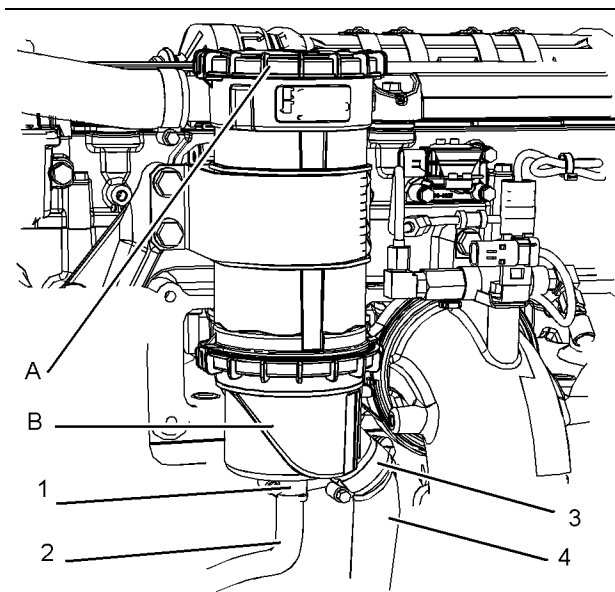

图 102
1. 松开夹子 (1)，然后拆下软管 (2)。松开夹子 (3)，然后拆下软管 (4)。参考图 102。
2. 将盖 (B) 从呼吸器体 (7) 上拆下。如有必要，拆下 O 形密封圈 (8) 并废弃。
3. 将滤清器滤芯 (6) 从呼吸器体上拆下，并废弃旧的滤清器滤芯。
4. 如有必要，安装新的 O 形密封圈 (8)。
5. 确保新滤清器滤芯 (6) 的朝向正确，并将滤清器滤芯安装到呼吸器体中。
6. 仅通过手的压力安装盖 (B)。
7. 安装软管 (4) 并拧紧夹子 (3)。安装软管 (2) 并拧紧夹子 (1)。